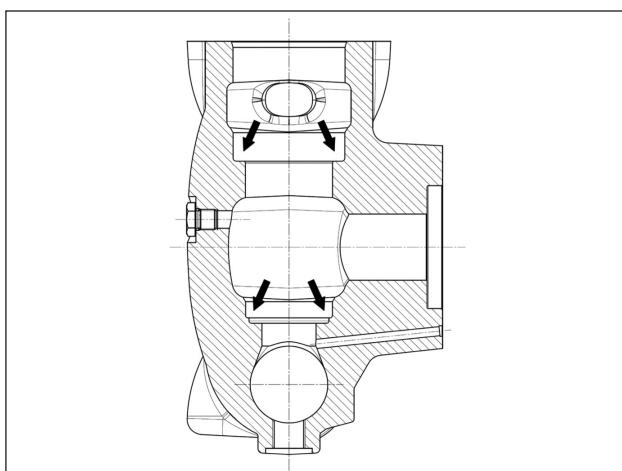

Fig. 107
Prima di riposizionare i gruppi valvola pulire ed asciugare perfettamente i relativi alloggiamenti nella testata indicati dalle frecce (pos. ①, Fig. 107).